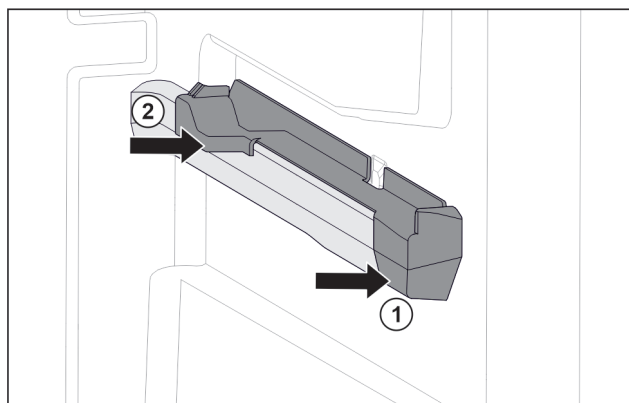

Fig. 47 Élément emboîtable sur la nervure de récipient droite
- ▶ Poser le devant de l'élément emboîtable contre la nervure de récipient. Fig. 47 (1)
- ▶ Enfoncez l'arrière de l'élément emboîtable. Fig. 47 (2)